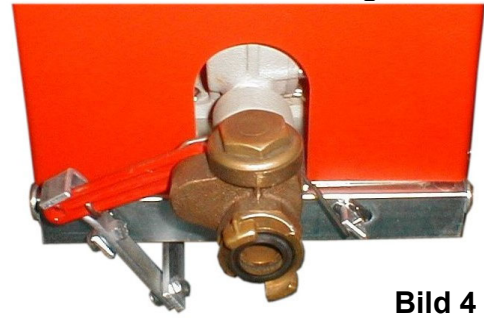

Bild 4
- 7.4 Dann ist das Ventil (Bild 4) zu öffnen, indem der Hebel heruntergedrückt und mit dem Ausschaltgestänge arretiert wird. **Achtung ! Der Hydrant muss vor ÖFFNEN des Ventils (Bild 4) noch geschlossen sein.**
Achtung: Der Schlauch darf bei außer Betrieb gesetzter Maschine nicht unter Druck stehen. Wenn das Gerät abgeschaltet hat, **muss die Seiltrommel entkuppelt werden (siehe Bild 2)**, danach muss der Hydrant geschlossen werden und der Druck im Schlauch durch Öffnen des Schnellschlussschiebers entlastet werden (Bild 4).